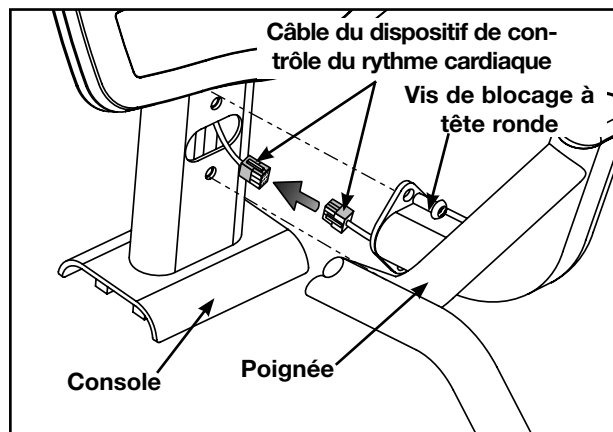

Figure 16
- A. Branchez le connecteur du câble de dispositif de contrôle du rythme cardiaque de la console au connecteur du dispositif de contrôle du rythme cardiaque de la poignée. Reportez-vous à la figure 16.
- B. A l'aide de la clé Allen de 7/32 po, fixez les deux vis de blocage à tête ronde fixant la poignée à la console. Reportez-vous à la figure 16.